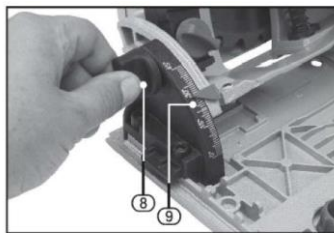

FIG.8
11.4 Regulacja kąta cięcia (FIG. 8)
- Odkręcić pokrętkę regulacji kąta (8) po obu stronach, ustawić żądany kąt na skali (9) i ponownie dokręcić pokrętkę.